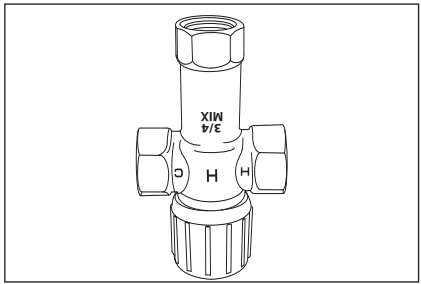

Figure 7 - Des mitigeurs thermostatiques installés à chaque point d'utilisation peuvent permettre d'éviter les brûlures.
Installer des mitigeurs thermostatiques (Figure 7) pour réguler la température de l'eau fournie à chaque point d'utilisation (par exemple, éviter de cuisine, lavabo de salle de bains, baignoire et douche). Consulter les instructions du fabricant du mitigeur ou une personne qualifiée.
- Mitigeurs thermostatiques pour points d'utilisation (Figure 7 à la page 11)